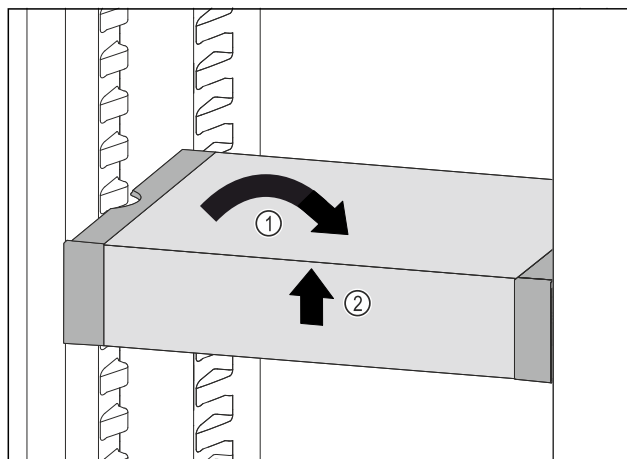

Fig. 103
- VarioSafe ustawić prosto. Fig. 103 (1)
- VarioSafe unieść z przodu. Fig. 103 (2)